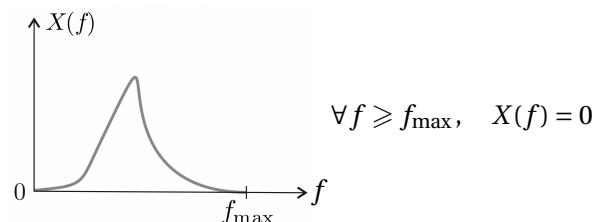

FIGURE IV-2 – Signal d'échantillonnage
5. On considère dorénavant un signal temporel $X(yt)$ dont le spectre en fréquence $X(f)$, représenté sur la figure IV-2, fait apparaître une fréquence maximale $f_{\max}$. Que devient le critère de Shannon-Nyquist dans cette situation? Représenter le spectre du signal échantillonné selon que ce critère soit ou non vérifié. Pour un signal sonore audible, proposer des valeurs raisonnables de $f_{\max}$ et f_e .